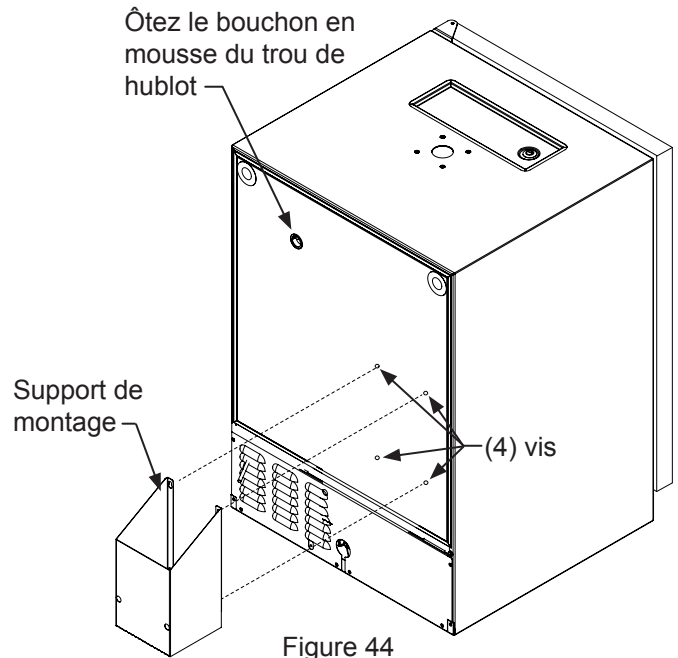

Figure 44
Placez les (4) vis à métaux (N° 10-32 x 3/4 po à tête plate) fournies avec le support à l'arrière de l'appareil (Voyez la Figure 44). Ne les serrez pas à fond. Accrochez les trous en fente des brides du support par-dessus ces quatre vis, puis serrez-les bien pour maintenir le support au dos du meuble. Le support peut aussi être fixé sur un meuble adjacent en utilisant les vis à bois N°10 de 3/4 po fournies.
Ôtez le bouchon de mousse du trou de hublot comme c'est montré en Figure 44, et passez la conduite rouge de CO₂ au travers de la paroi arrière, et hors du cache serpentín à l'intérieur du meuble. Connectez la conduite rouge de CO₂ au coupleur du fût de bière.